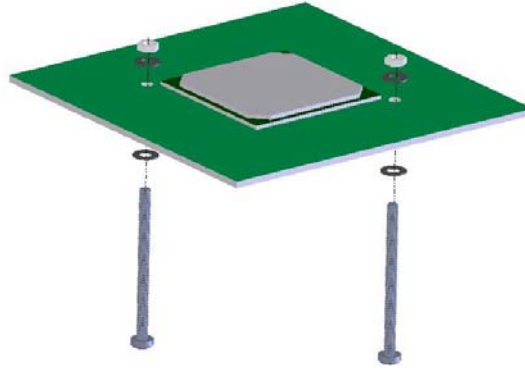

Figure 6
- ❑ Installez les vis de fixation comme dans Figure 6: insérez 2 vis Philips 4-40 x 1.25" au travers des trous de la carte mère, avec une rondelle en fibre noire de part et d'autre de celle-ci et fixez-les avec les mini écrous 4-40 fournis.